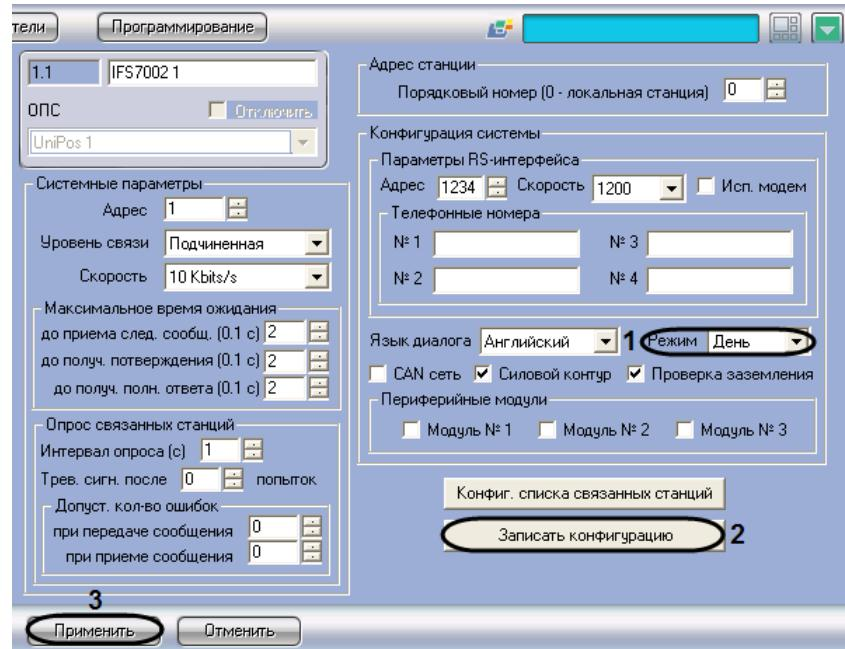

Рис. 3.3-3 Выбор режима работы станции IFS7002
- Перейти на панель настройки объекта **IFS7002** (Рис. 3.3-3).
- Из раскрывающегося списка **Режим** выбрать требуемый режим работы станции (см. Рис. 3.3-3, 1)
- Для применения настроек на станции нажать кнопку **Записать конфигурацию** (см. Рис. 3.3-3, 2)
- Для сохранения настроек во внутренней базе данных ПК *Интеллект* нажать кнопку **Применить** (см. Рис. 3.3-3, 3)